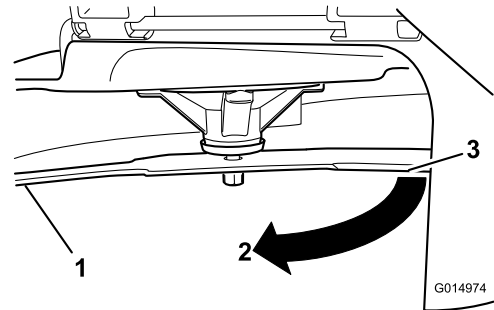

Рисунок 68
4. Поверніть той же ніж на 180 градусів, щоб протилежна ріжуча кромка опинилася в тому ж положенні (**Рисунок 68**).